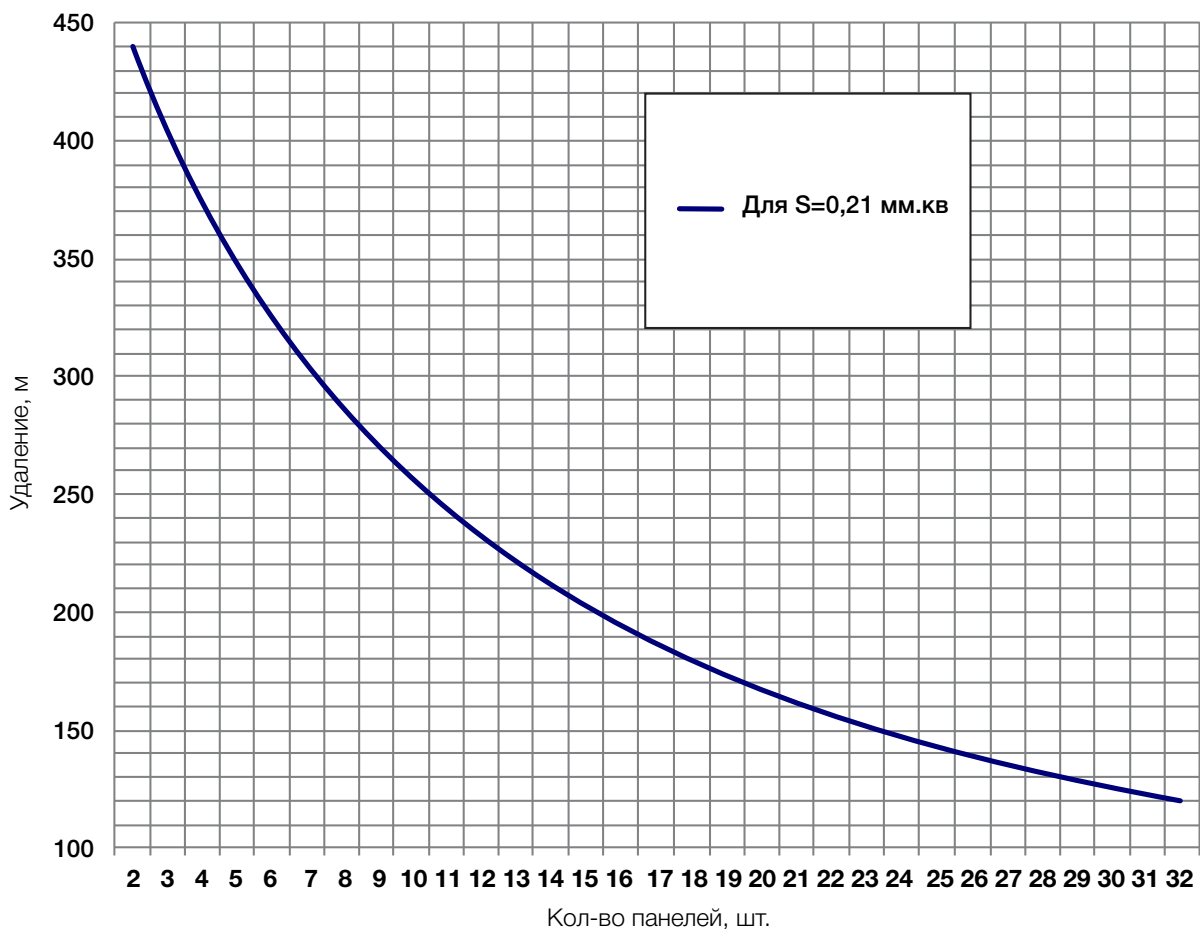

Рисунок 4 — Зависимость количества абонентских панелей от удаления для сечения жилы провода  $S=0,21 \text{ мм}^2$
2.3.5 На графике, рис. 4 представлена зависимость количества абонентских панелей от расстояния.